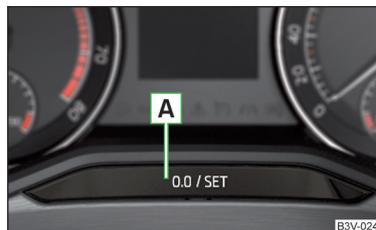

Fig. 27
- Donnez une impulsion sur la touche  » fig. 27 à la page 33.
- Appuyez sur la touche  » fig. 27 et maintenez-la enfoncée jusqu'à ce que l'heure s'affiche sur le visuel.